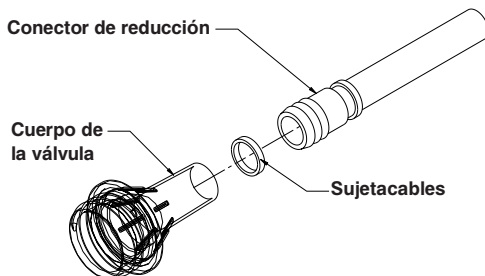

Figura 3
4. Con los alicates diagonales, corte con cuidado el sujetacables más próximo al extremo de los pies de la funda del colchón encajando el tubo de pérdida de aire mínima y el conector de reducción en el cuerpo de la válvula (ver figura 3).
5. Con los alicates diagonales, corte con cuidado el sujetacables más próximo al extremo de los pies de la funda del colchón encajando el tubo de pérdida de aire mínima y el conector de reducción en el cuerpo de la válvula (ver figura 3 en la página 20).